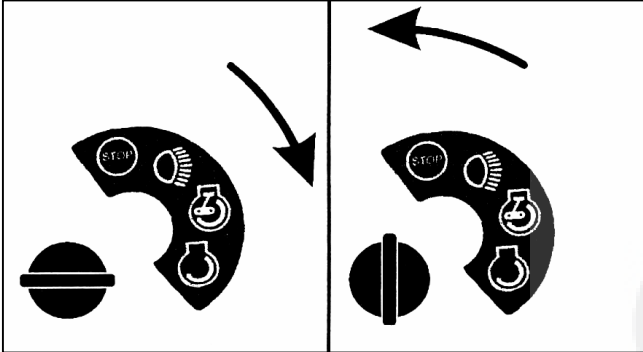

Fig. 17
6. Draai de contactsleutel naar de positie START zoals in fig.17 en laat hem onmiddellijk los wanneer de motor aanslaat. Indien u langer dan 15 seconden demarreert, kan u de starter oververhitten. Indien dit het geval is moet u de starter 2 minuten laten afkoelen alvorens opnieuw te proberen.